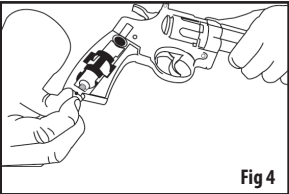

Fig 4
- Tenez le pistolet à air comprimé par le canon d'une main et avec l'autre main, tournez lentement le levier de perçage dans le sens inverse des aiguilles d'une montre jusqu'à ce qu'il s'arrête. (Figure 4)